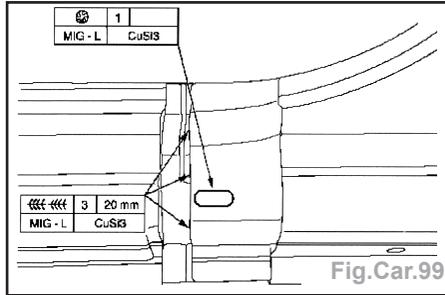

Fig.Car.99
- Soudage au MIG du trou oblong montant B intérieur inf. (Fig.Car.99).